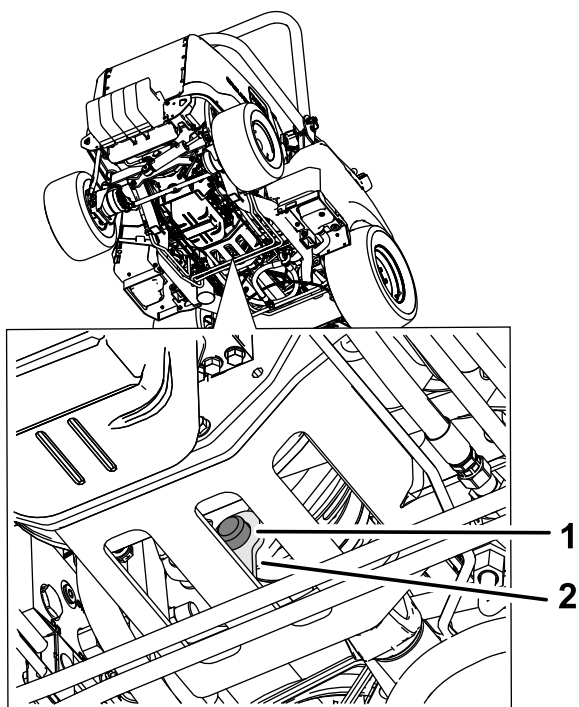

Figura 74
4. Rimuovete il paraurti in gomma dal fermo in metallo e dalla frizione (Figura 74).